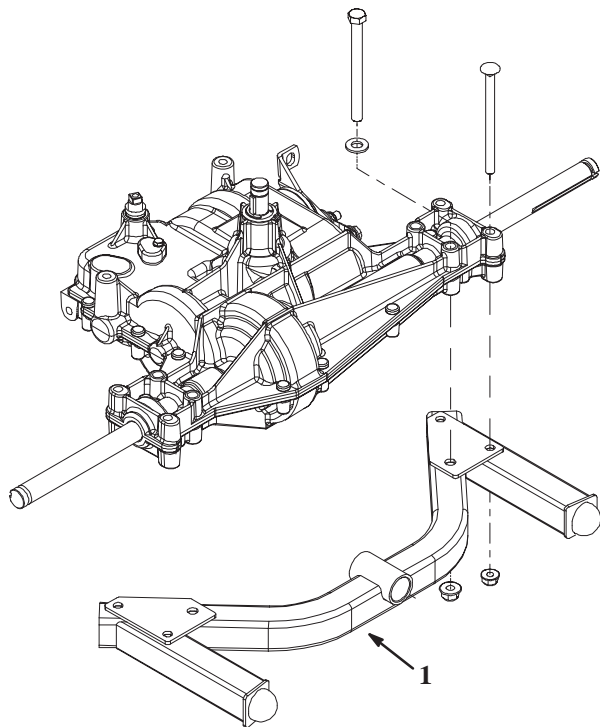

Bild 3
5. Setzen Sie eine 3/8 x 4 Zoll Kopfschraube und eine 0,406 x 0,813 Scheibe in das hintere leere Befestigungsloch an jedem Ende der Hinterachse ein (Bild 3).
6. Heben Sie die Sulky-Anbauvorrichtung auf die neuen Schrauben an. Positionieren Sie sie wie in Bild 3 dargestellt.
7. Befestigen Sie die Anbauvorrichtung mit vier (4) 5/16 Zoll und zwei (2) 3/8 Zoll Muttern an der Hinterachse (Bild 3).